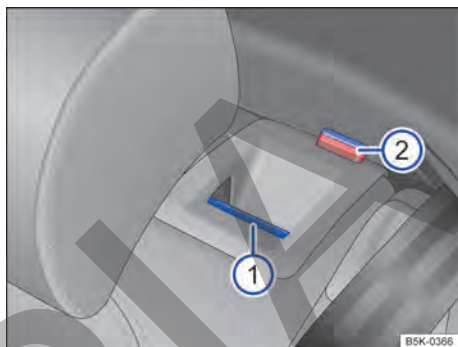

Fig. 62 En el respaldo del asiento trasero: tecla de desbloqueo.
- Tirar de la tecla de desbloqueo → fig. 62 ① hacia adelante y, al mismo tiempo, rebatir el respaldo del asiento trasero hacia adelante.
- La parte de respaldo del asiento trasero estará desbloqueada cuando la marca roja → fig. 62 ② sea visible.
- La marca roja → fig. 62 ② ya no puede ser visible.